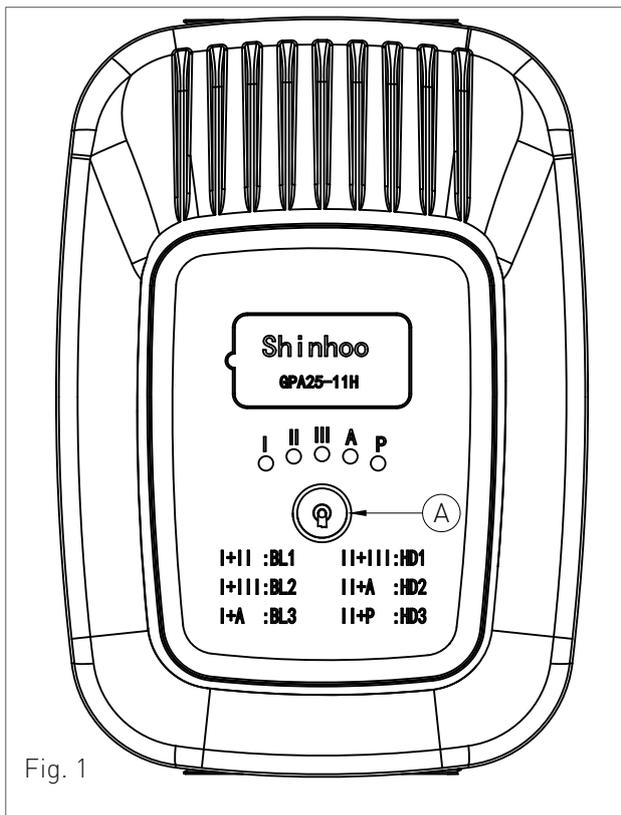

Fig. 1
- > tagliare le fascette di fissaggio (vedi A-fig.1);
- > rimuovere il cartone di imballo sfilandolo verso l'alto (vedi B-fig.1);
- > spingere la caldaia verso un lato, tenendola saldamente, e sfilare il pallett sottostante (vedi C-fig.1).
Agendo sul pulsante di selezione (vedi 'A' fig. 1) in base alla combinazione di led visualizzata si può attivare il tipo di funzionamento corrispondente alla curva di riferimento nel diagramma.
Abbinato alla caldaia è predisposto a richiesta un "kit collettore sicurezze" INAIL (cod. 65-00408, fig. 1), realizzato al fine di soddisfare le prescrizioni derivanti dalla progettazione come richiesto dalla Raccolta R - Edizione 2009" del Titolo II del DM 01/12/1975, fatto salve l'installazione del vaso di espansione, della valvola di intercettazione combustibile e della valvola di sicurezza.